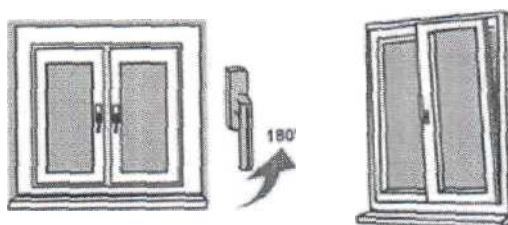

Рис.2 Закрты
3. Для перевода створки из закрытого положение в откидное (поворот створки относительно нижней горизонтальной оси, **положение «Откинута» на Рис.2)** ручку поворачивают вертикально на 180 градусов вверх, затем, потянув за ручку, поворачивают створку относительно нижней горизонтальной оси на заданный изготовителем угол (**не более 10 градусов**) (**откидной режим**);
4. Для запираия створки из открытого или откидного положения её сначала закрывают, и придерживая створку рукой, поворачивают ручку вертикально вниз (**положение «Закрты» на Рис. 2**);